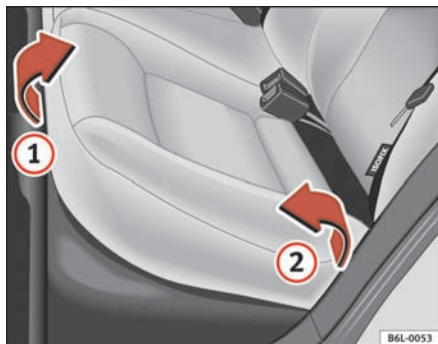
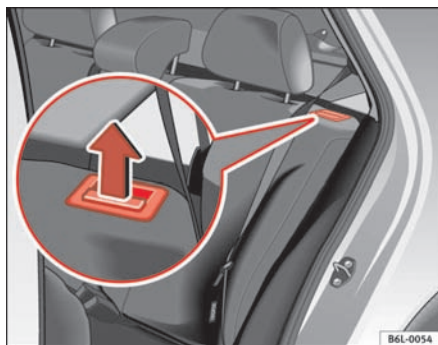

Fig. 70 Sådan klappes bagsædets sædehynde op.
Fig. 71 Udløserknap til bagsæderyglænet
- Tag fat i sædehyndens forkant ⇒ fig. 70 ①, og træk den opad i pilens retning.
- Klap sædehynden ② fremad i pilens retning.
- Træk udløserknappen ⇒ fig. 71 i pilens retning, og klap ryglænet frem.